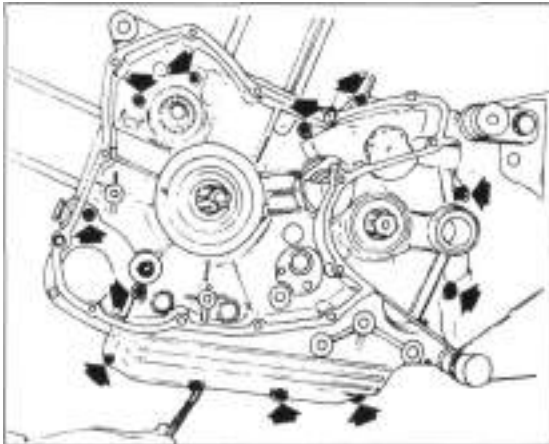

Bild 185
- Motorgehäuseschrauben (Bild 185) ausdrehen.
- Gehäuseschrauben (Bild 185) schrittweise über Kreuz anziehen.